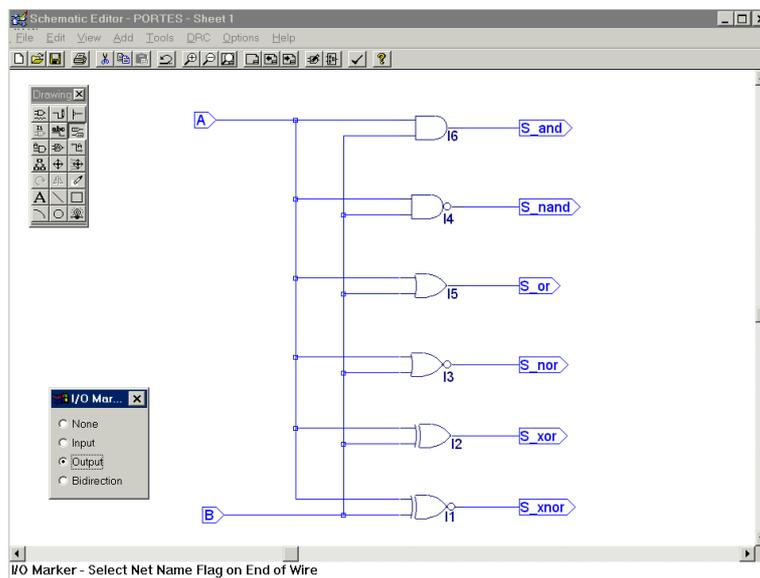

Figure 13
- Il faut indiquer au logiciel que A et B sont des entrées et que S_and, S_nand, S_or, S_nor, S_xor, S_xnor sont des sorties. Choisir « Add I/O Marker », cliquer sur « Input » puis sur le nom A. Faites en de même pour les autres noms. Le résultat final est indiqué sur la figure 13.